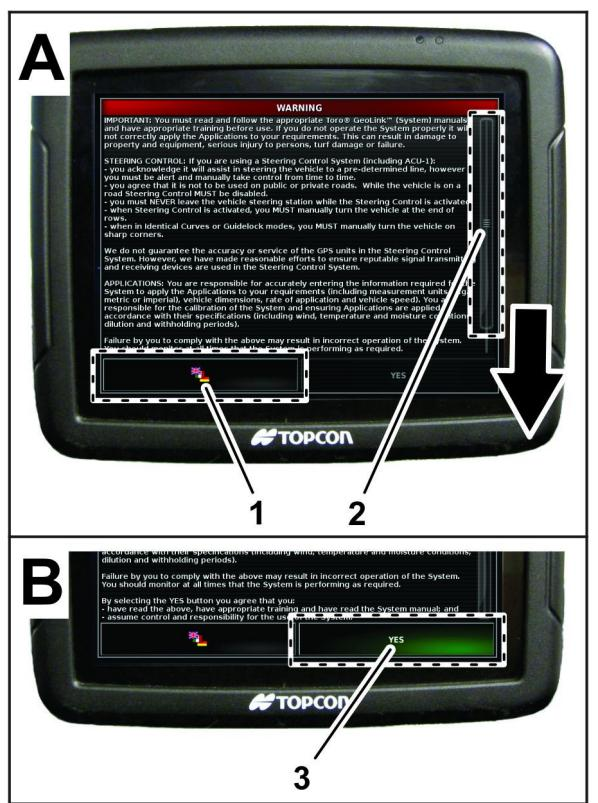

Figura 14
- Si es necesario, pulse el ícono Idiomas para cambiar la pantalla X25 a otro idioma (Figura 14).
3. Lea el EULA (Figura 14).
Utilice la barra de desplazamiento para navegar hasta la parte inferior de la pantalla. El ícono Yes (Sí) se mostrará en verde (Figura 14).
4. Pulse el ícono YES (Sí) para pasar a la pantalla de inicio (Figura 14).